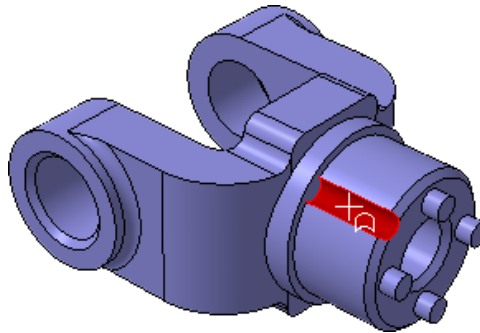

Рисунок 83.
- Укажите грань канавки (рис. 83).